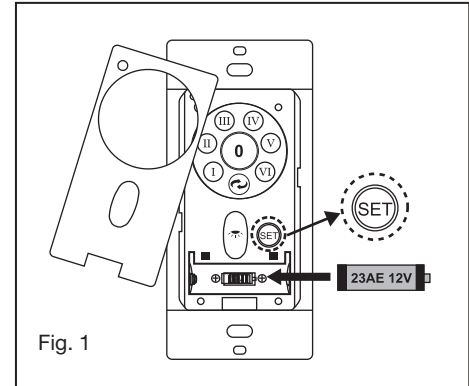

Fig. 1
- 1 Retirez la bille de la tige descendante en desserrant la vis de réglage sur le côté de la bille. Faites glisser la bille vers le bas et retirez la goupille à billes retirer la bille. (Fig. 1)
- 1 Insérez le récepteur dans le haut du boîtier du ventilateur. (Fig. 1) Pour de meilleures performances, assurez-vous que l'antenne noire, à l'extrémité du récepteur, reste déployée et ne s'emmêle avec aucun des fils électriques.
- 1 Retirez l'une des trois vis du moyeu de montage situé sur le moteur du ventilateur. Desserrez les 2 autres vis. (Ne pas retirer) (Fig.1)
- 1 Retirez la plaque murale existante et l'ancien interrupteur du boîtier de prise murale. (Fig. 1)
- 5 Bouton de réglage du code "SET": Suivez les étapes ci-dessous pour utiliser le bouton de réglage. (Fig. 1)